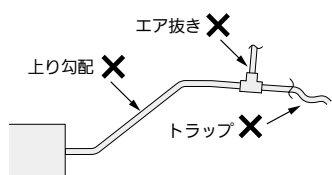

図12
- 接続部より上り勾配で配管しないでください。(ユニット停止時、ドレン水が逆流して水漏れの原因になります)(図12)
- エア抜き管は付けしないでください。(ドレン水が吹き出ることがあります)(図12)
- 途中で立上げやトラップを作らないでください。(異常音の原因になります)(図12)